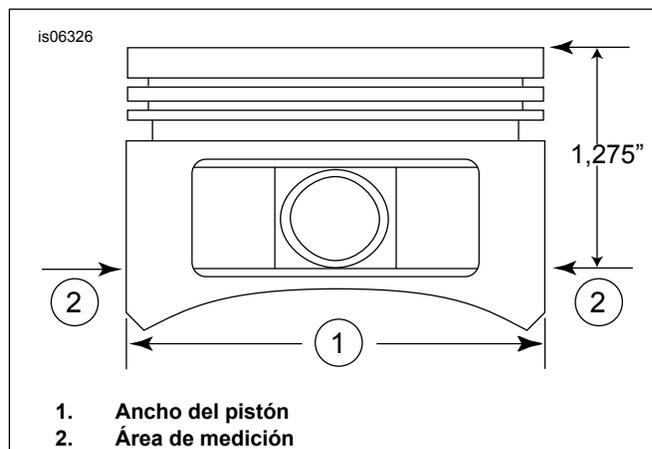

Figura 2. Mediciones del pistón
5. Vea Figura 2 . Mida el ancho del pistón (1), a 90 grados en sentido horizontal desde ambos lados del agujero del pasador del pistón y a 1,275 pulg. (32,38 mm) hacia abajo desde la superficie de la cubierta (superior) del pistón (2). Vea Tabla 5 para saber cuál es el ajuste del pistón al cilindro en esta ubicación.